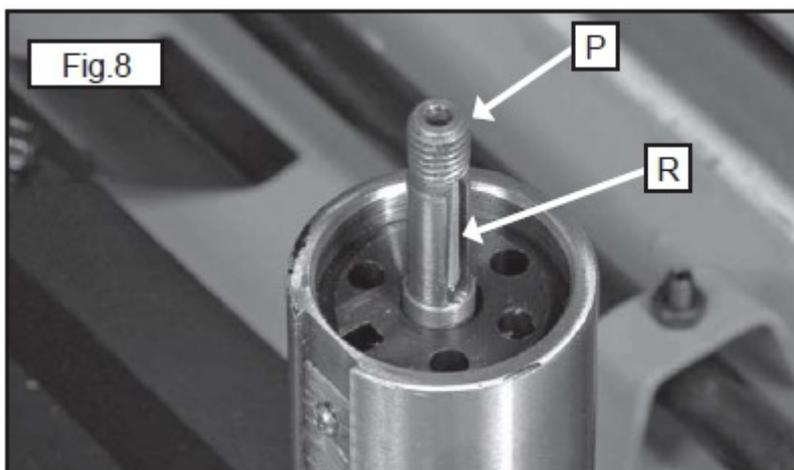

Рис. 8
2. Установить маховичок (O) на вал (P), рис. 8, регулировки по высоте (может быть установлен заранее), поставить и затянуть гайку с шайбой рис. 9А, (А+В).